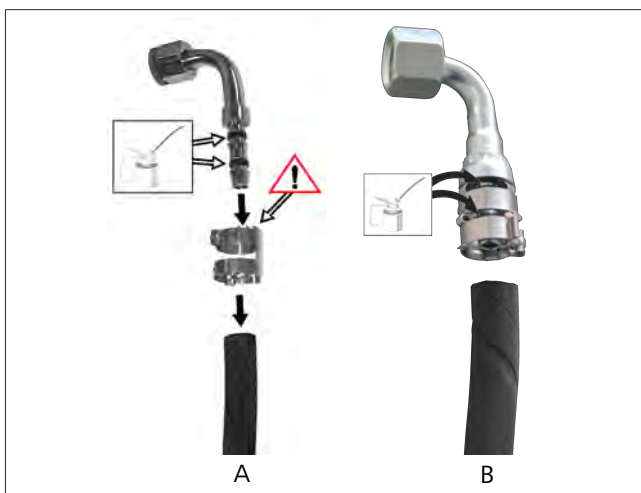

Fig. 22 Lubrificare i raccordi
- Montaggio con fascette separate: vedere Fig. 22, parte A.
- Montaggio con fascetta fissa: vedere Fig. 22, parte B.